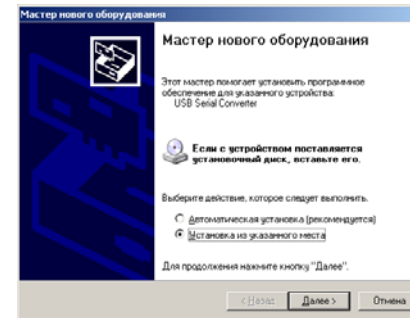
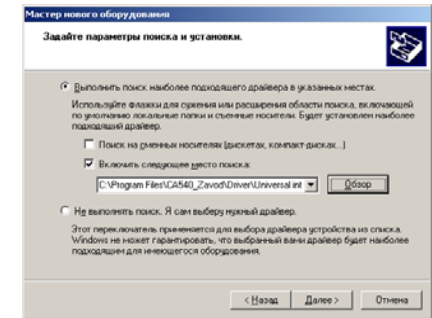

Рисунок 8.9
Рисунок 8.10
2) Після включення ПК на екрані з'явиться сповіщення 'Найдено новое оборудование', а потім вікно програми встановлення нового обладнання (рисунок 8.9).
3) Встановити драйвер Блока сполучення універсального, для чого в вікні (рисунок 8.9) клацнути в полі "Установка из указанного места", а потім – по кнопці **Далее >**. На екрані з'явиться вікно (рисунок 8.10). Клацнути по кнопці **Обзор** і вибрати папку C:\Program Files\CA540_Zavod\Driver\Universal interface block.